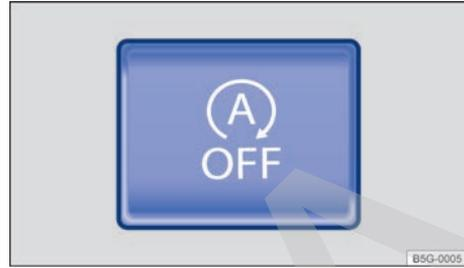

Fig. 110 En la parte inferior de la consola central: tecla del sistema Start-Stop.
- Para desconectar el sistema, pulse la tecla  situada en la consola central → fig. 110. Cuando el sistema Start-Stop está desconectado, se enciende el testigo de control de la tecla.
- Para volver a conectar el sistema, pulse de nuevo la tecla  de la consola central → fig. 110.